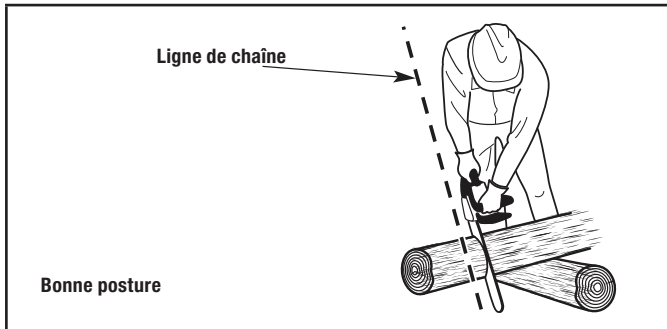
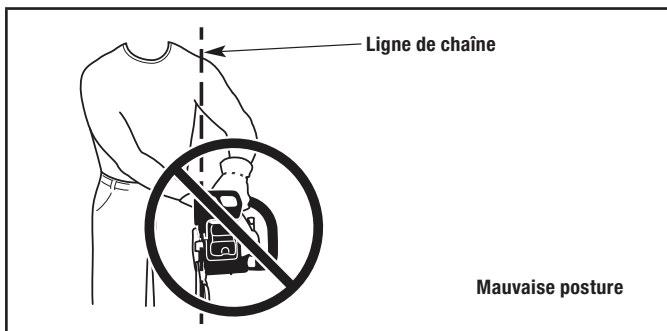

Figure 7
Figure 8
- Placez vos mains de cette façon, peu importe si vous êtes droitier ou gaucher. Cela gardera l'opérateur légèrement à gauche de la scie à chaîne et hors de la ligne directe de la scie à chaîne, si un rebond devait survenir (Fig. 7 et Fig. 8).